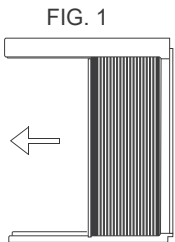

FIG. 1
- Agarre el panel lateral con una mano y tire suavemente del centro para liberar el extremo abierto. Vea FIG. 1.